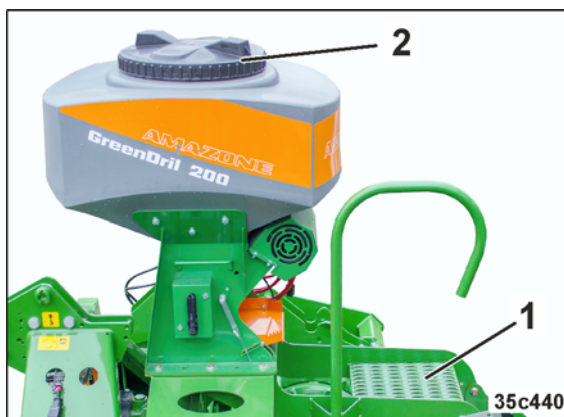

Рис. 140
3. Для загрузки и настройки GreenDrill используйте имеющуюся погрузочную площадку (Рис. 140/1).
4. Крышка семенного бункера имеет резьбовую пробку (Рис. 140/2).